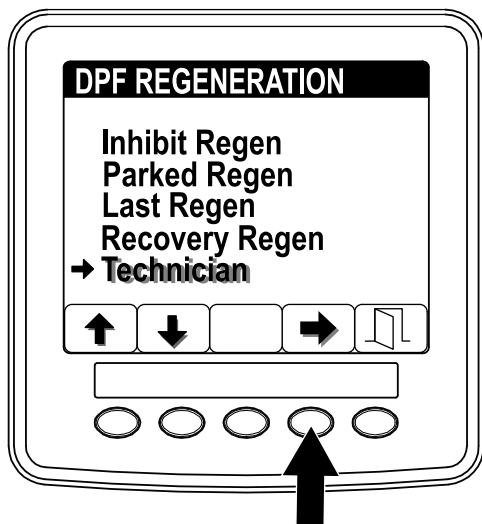

Figure 7
1. Ouvrez le menu DPF Regeneration, appuyez sur le bouton 1 ou 2 et naviguez jusqu'à l'option TECHNICIAN (technicien) (Figure 7).
2. Appuyez sur le bouton 4 pour sélectionner l'option Technician (Figure 7).